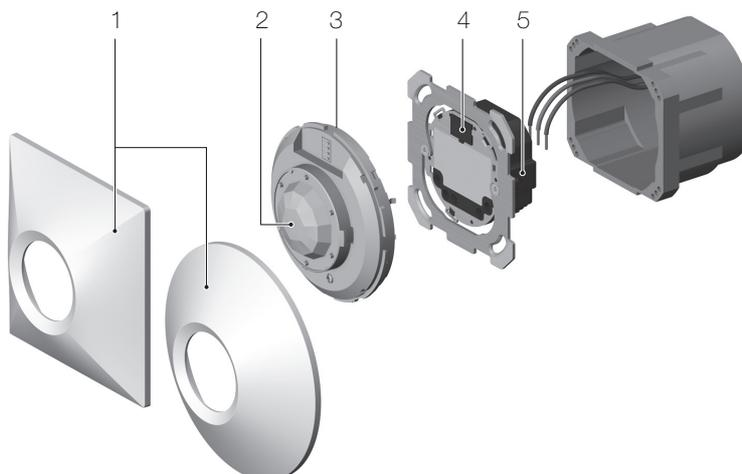

fig. 25 Montaggio pirois 360, in ambienti asciutti - INC
2. Collegare l'attuatore (5) come da schema (→ capitolo 11) e montarlo.
3. Montare l'attuatore (la fig. 25 illustra il montaggio incassato in ambienti asciutti). In caso di montaggio in ambienti umidi (NAP/NUP), prestare attenzione alle avvertenze sul drenaggio (→ capitolo 8.1.1).
4. Togliere la protezione antipolvere dalla presa (4).
5. Posizionare il sensore (2) sull'attuatore (5) in modo da innestare gli spinotti a 8 poli (3) nella presa (4) dell'attuatore.
9. Montare la calotta di copertura (1).